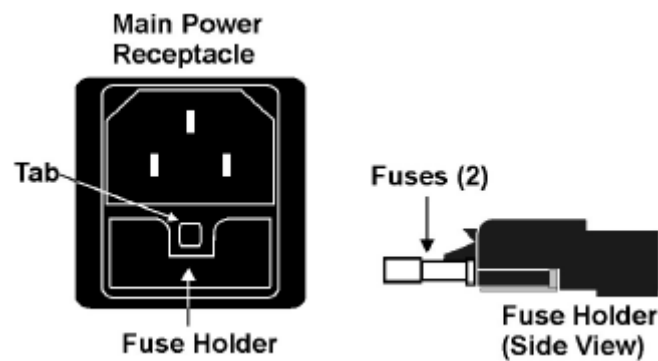

图 5-24. 更换保险丝
- ① 关闭 ICS-2100 的电源，打开仪器前门；
- ② 拧松泄漏传感器上方的固定螺丝；
- ③ 拆除泄漏传感器，向前拉出直至看见电缆接头；
- ④ 拆断电缆接头；
- ⑤ 安装新的泄漏传感器，连接电缆；
- ⑥ 将新的泄漏传感器复位，用螺丝固定；
- ⑦ 确认泄漏传感器底部没有与漏液收集盘接触。
- ① 关断主电源开关，拔掉背面板的主电源线；
- ② 保险丝盒位于后面板主电源插座内。在保险丝盒两侧内凹处有锁定机构。用小改锥向中间拨动锁定销，保险丝盒向外弹出大约 1/16 英寸，向外拉出即可（见图 5-24）。
- ③ 保险丝盒内有两个保险丝，取出并更换新的保险丝。
- ④ 插回保险丝盒，用力推使两个锁定销将其锁住。